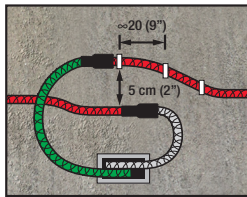

fig. 2
- La colle rapide est ensuite appliquée sur la deuxième moitié du tuyau de raccordement. Le tuyau en PVC renforcé de tissu (vert ou transparent) est glissé sur le tuyau de raccordement. (fig. 2)
- La distance minimale entre les sections de tuyau parallèles doit être de 50 mm (2 po). (fig. 2)
- Si deux tuyaux d'injection SikaFuko® ECO-1 se croisent pour des raisons associées à la construction, par exemple aux jonctions, le tuyau du dessus doit être installé avec le tuyau en PVC vert renforcé dans la zone de chevauchement. (fig. 2)
- Le tuyau doit être fixé avec des agrafes de fixation à environ 200 à 250 mm (8 à 10 po) d'intervalle. Ces agrafes doivent être ensuite installées dans des trous pré-perçés et nettoyés de 6 mm (1/4 po) de profondeur. (fig. 2 + 4)